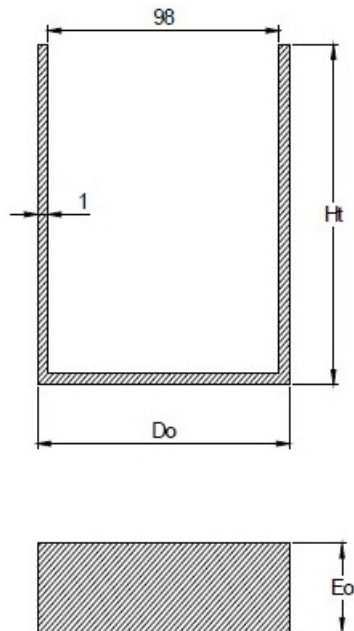

Figura 17
- La altura que tendrá la pieza una vez construida (Figura 17).